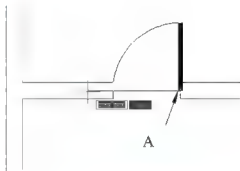

图 2.89 确定圆弧的长度
(12) 在指定圆弧的端点或 [角度(A)/长度(L)]: 提示下, 打开【正交】功能, 将光标水平向左拖动(图 2.89), 在任意位置单击, 确定逆时针绘制的 $1/4$ 个圆弧。